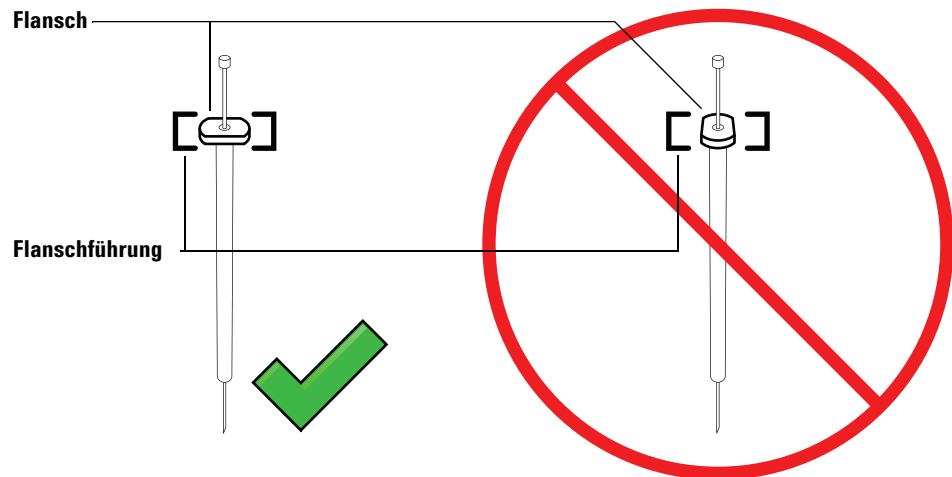

Abb. 46 Ausrichtung des Spritzenflansches
- 7 Richten Sie den Spritzenflansch an der Flanschführung aus und drücken Sie die Spritze in Position. Das Nadelende muss sich dabei in der Führungsöffnung des Nadelführungsfußes befinden. Achten Sie darauf, dass die flache Kante des Spritzenflansches nach außen zeigt (Abbildung 46).